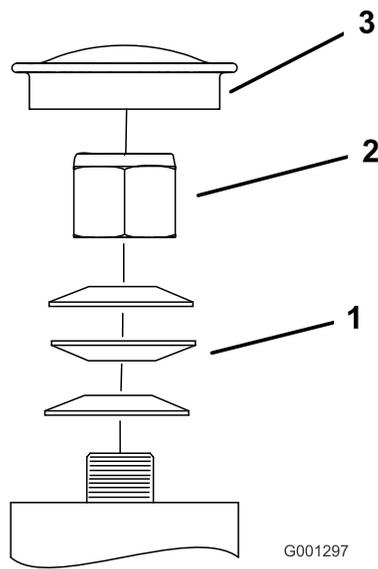

Figure 62
3. Retirez le capuchon antipoussière de la roue pivotante et serrez le contre-écrou (Figure 62).
4. Continuez de serrer le contre-écrou jusqu'à ce que les rondelles élastiques soient aplaties, puis desserrez-le de 1/4 de tour pour obtenir la précharge correcte des roulements (Figure 62).
**Important:** Veillez à placer les rondelles élastiques comme montré à la Figure 62.
5. Reposez le couvre-moyeu (Figure 62).